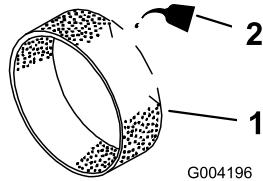

Figura 14
3. Applicate 29,6 o 59,1 ml d'olio sul prefiltro (Figura 14).